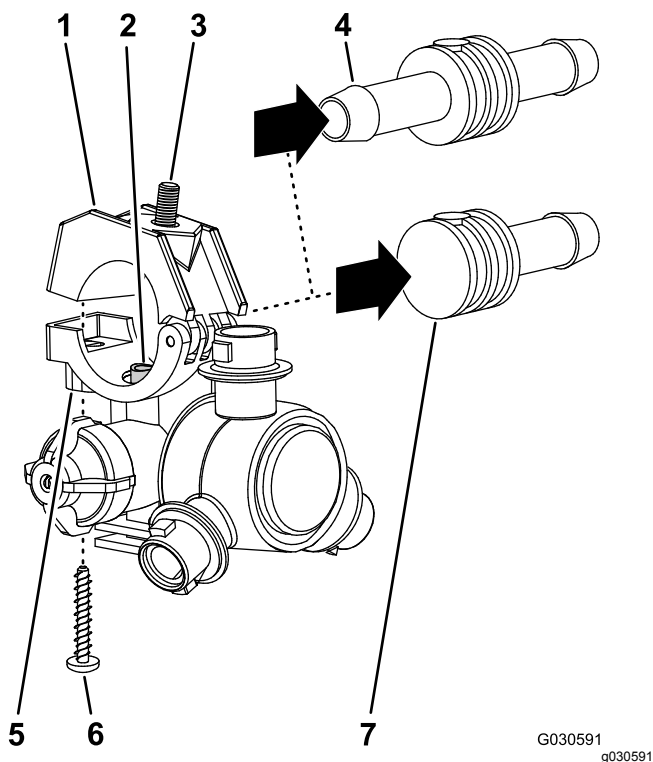

Рисунок 50
- Отверните винт из нержавеющей стали (№ 12 x 1¼ дюйма), который крепит верхнюю половину зажима и хвостовик двухстороннего или одностороннего шлангового штуцера типа «елочка» (¾ дюйма) к корпусу распылительного сопла, и отделите хвостовик шлангового штуцера типа «елочка» и шланг от сопла (Рисунок 50).